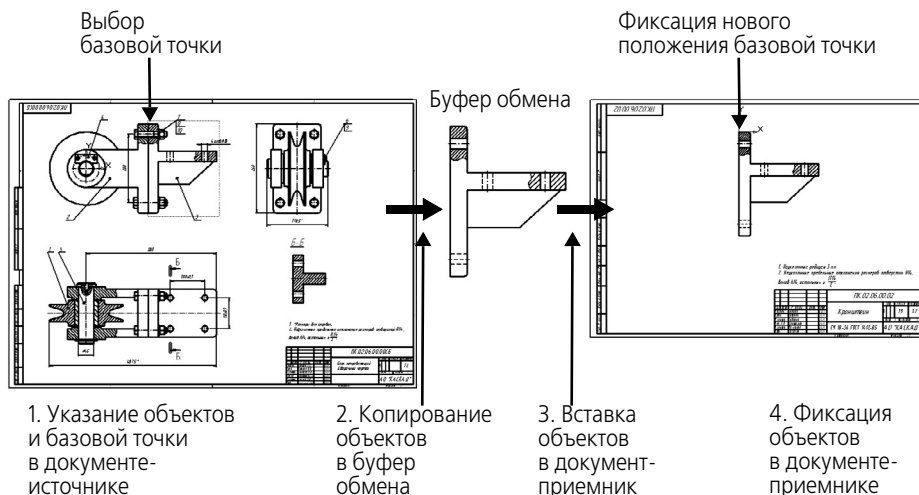

Рис. 54.1. Последовательность создания чертежа детализовки
3. в сборочном чертеже выделяется деталь, для которой выполняется рабочий чертеж (рис. 54.1);